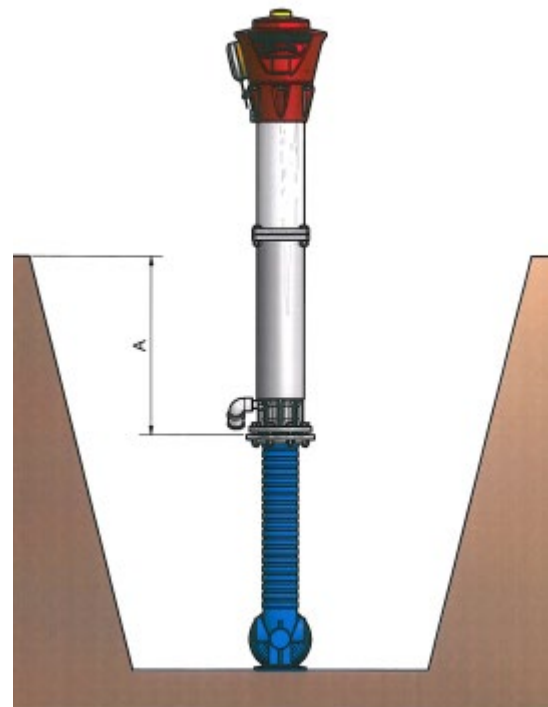

figure1
- Voir la figure 1 pour les outils et auxiliaires nécessaires.
3. Déterminer la longueur à raccourcir du coude d'entrée (figure1)
La dimension **A** du revêtement à l'extrémité de l'embout lisse donne la longueur à raccourcir du coude d'entrée. (Figure 1) Le point de rupture est à 6 cm au-dessus du niveau du sol en respectant les dimensions indiquées.